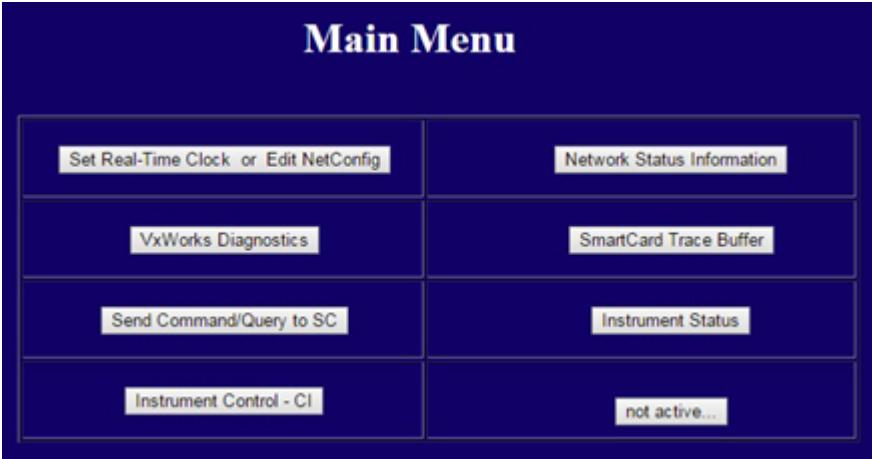

图 21. WUI 主菜单
- 4 将 IP 地址输入 PC 网页浏览器的 URL，以便显示 WUI 页面。（请参阅图 21。）